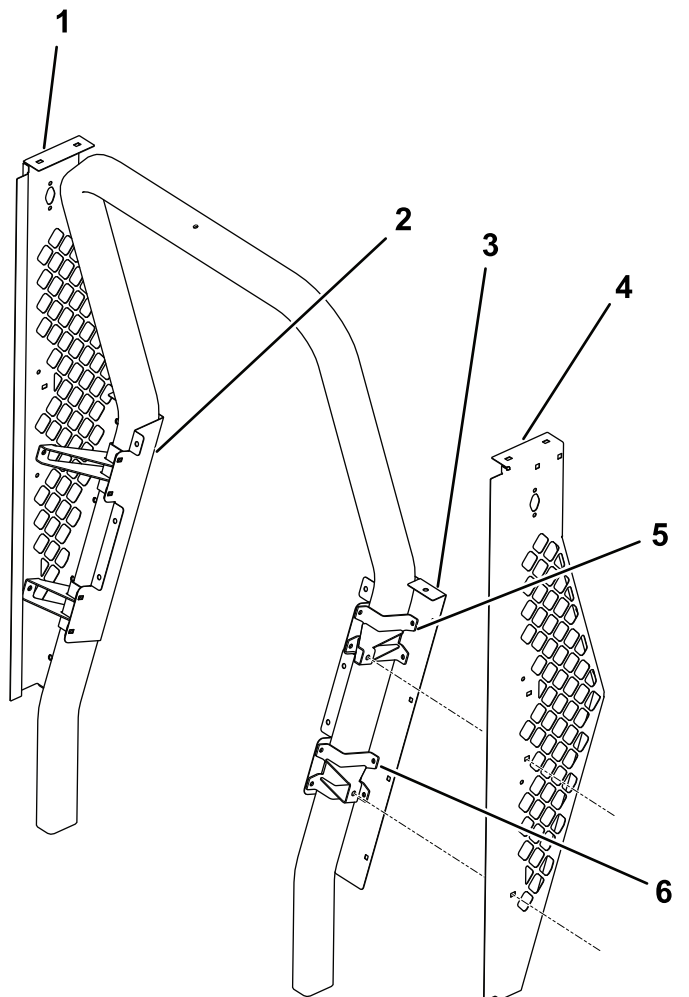

Figura 1
1. Utilizzate le viti a testa tonda (5/16" x 3/4") e i dadi flangiati (5/16") per montare il pannello laterale sinistro e il pannello laterale destro (Figura 1).
2. Utilizzate le viti a testa tonda (5/16" x 3/4") e i dadi flangiati (5/16") per montare i 2 supporti superiori e i 2 supporti inferiori insieme al pannello posteriore sinistro e al pannello posteriore destro (Figura 1).